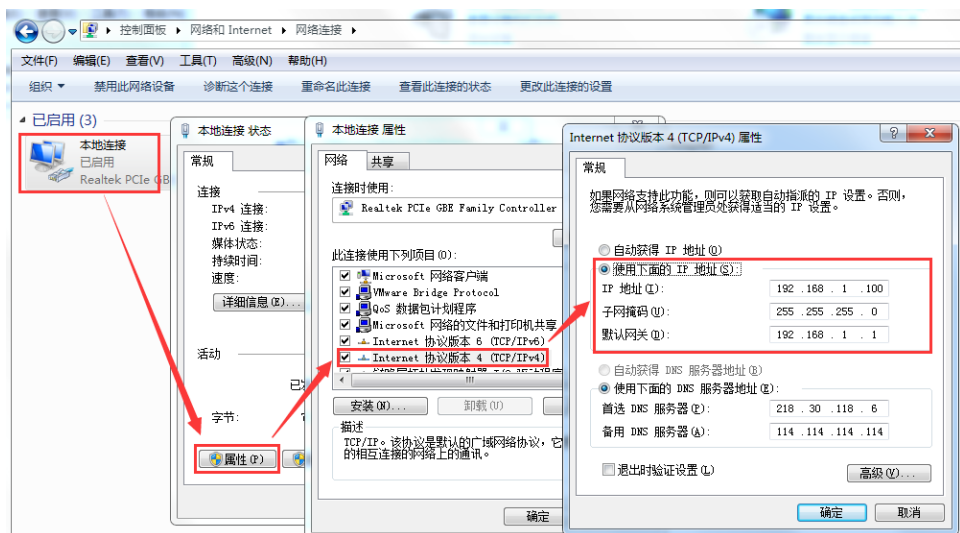

图 2.5 电脑 IP 设置方法
5. 确保电脑 IP 与网关设备 IP 在同一网段且不能冲突。检查方法如图 2.5 所示。